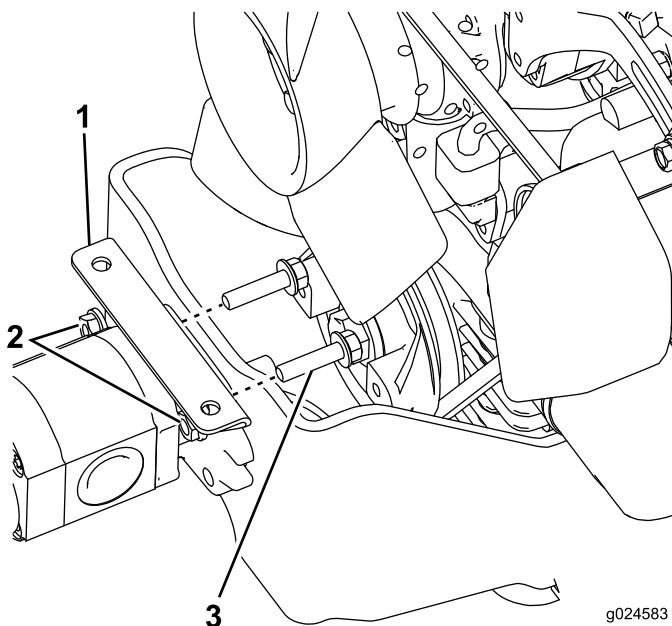

Figure 8
3. Retirez les boulons existants et posez le support de la grille de ventilateur ; voir Figure 8.